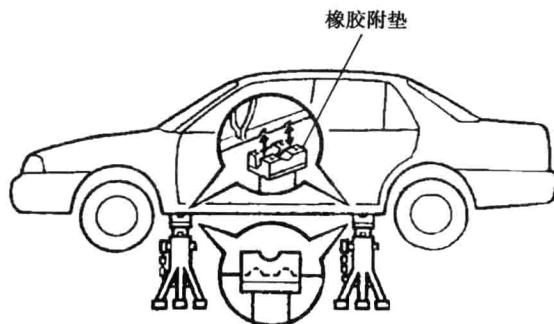

图 1.2.15
(1) 注意与车轮止动器配合使用，且应在平地上进行操作。
(2) 如图1.2.15所示，使用带橡胶附垫的安全支架。
(3) 用千斤顶和安全支架将车辆正确地支撑在规定位置。
(4) 当顶起前轮时，放松驻车制动，并且只将车轮止动器放在后轮后部的位置。当顶起后轮时，只将车轮止动器放在前轮前部的位置。
(5) 不要在车辆只被千斤顶支撑起来时工作或者离开，一定要用安全支架支撑起车辆。
(6) 当只顶起前轮或者后轮时，要在车轮的两侧都放上车轮止动器。
(7) 当把前轮顶起的车辆放下时，应放松驻车制动，并且只把车轮止动器放在后轮的前部；当把后轮顶起的车辆放下时，只把车轮止动器放在前轮的后部。